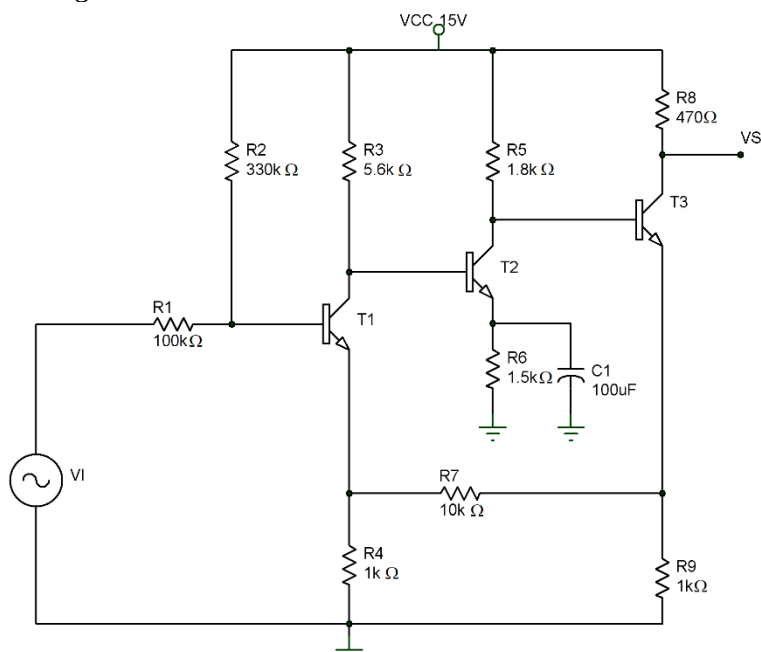

Figura 7.1
2. Desarrollar el análisis teórico de la Figura 7.1, mismo que deberá ser entregado al profesor del laboratorio al inicio de éste.
3. Realizar la simulación del circuito de la Figura 7.1.
- Arme el circuito de la Figura 7.1.
6. Como son las impedancias de salida y entrada del circuito de la figura 7.1, comente su respuesta.